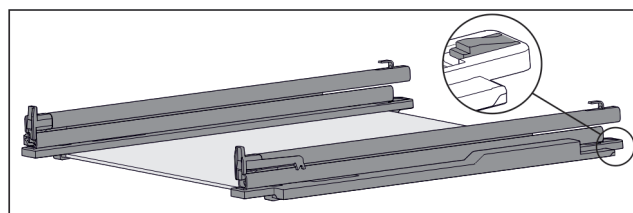

Fig. 154 Staklena ploča s vodilicama i pridržnim dijelovima
- Pridržni dio straga pritisnite prema dolje (pogledajte Fig. 154) u i istovremeno gurnite vodilicu prema otraga.